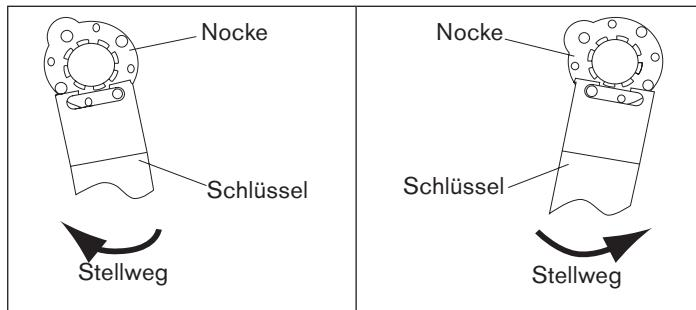

Bild 10: Endschaltereinstellung
- Die beiden oberen Nocken mit Hilfe eines geeigneten Schlüssels einstellen (siehe „Bild 10“ und „Bild 11“).